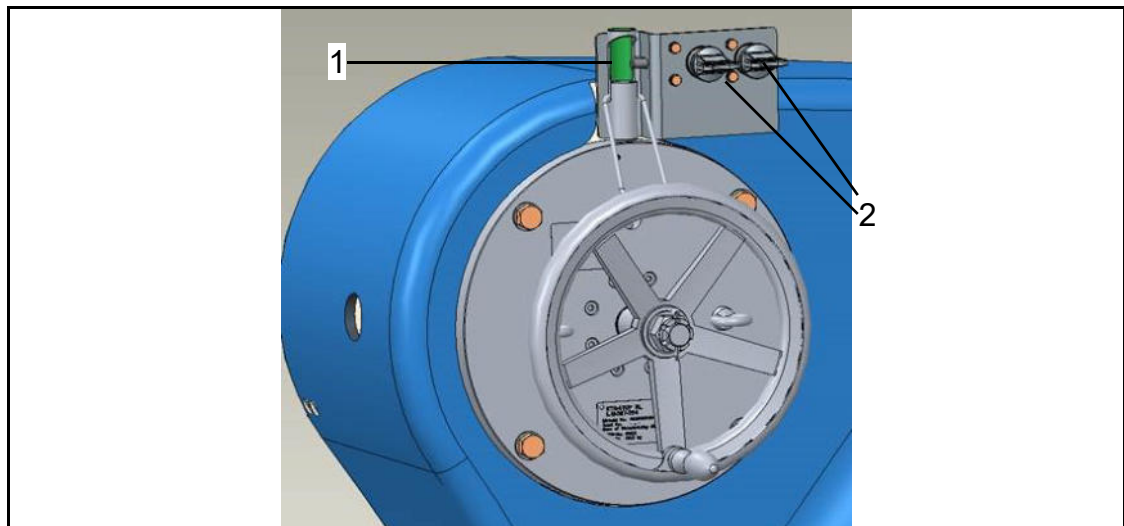

Abb. 27: Zustandsanzeige grün
- ↪ Zustandsanzeige ist grün, siehe Abb. 27.